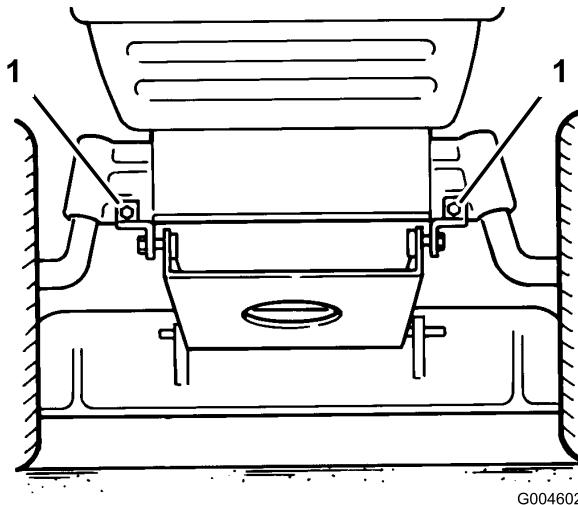

Bild 41
- Ziehen Sie die zwei Mähwerkgelenkbefestigungshalterungen von der Vorderachse (Bild 41).
11. Montieren Sie die Mähwerk-Schwenkhalterungen mit Schrauben und Sicherungsmuttern an der Vorderachse (Bild 41).